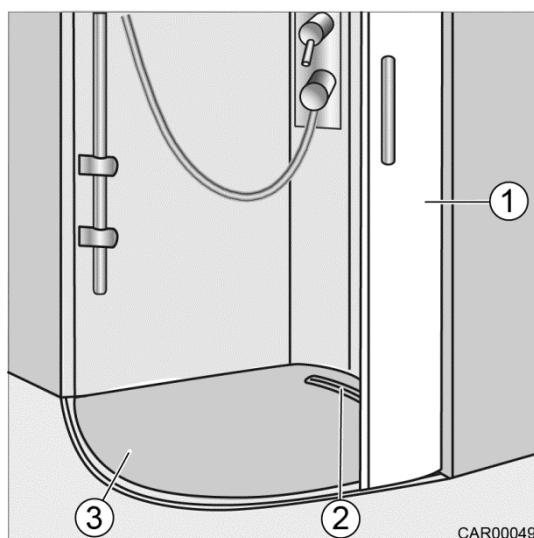

Fig. 172 Protection du receveur de douche
1. Fermer la porte (Fig. 172/1) à moitié.
2. Soulever la protection (Fig. 172/3) et sortir l'évidement (Fig. 172/2) de la porte (Fig. 172/1).
3. Retirer la protection (Fig. 172/3).